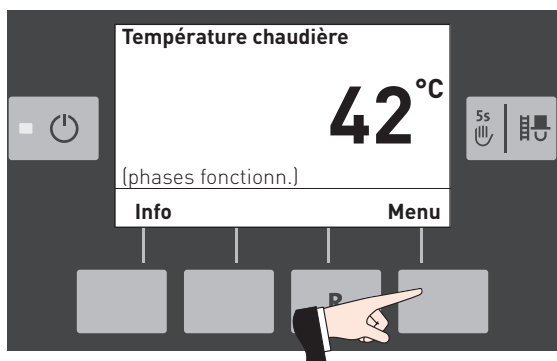

Fig. 18
- ▶ Appuyer sur la touche Menu – Fig. 18.